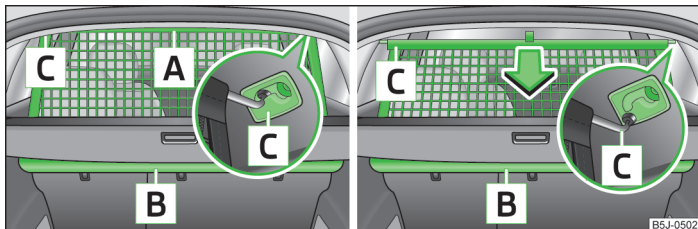
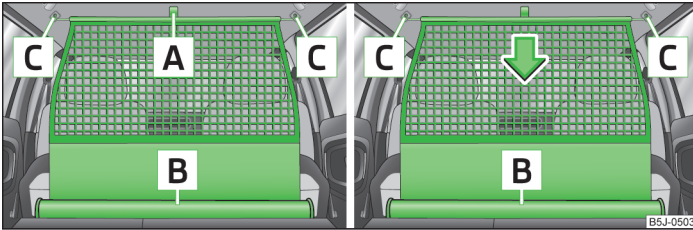

Abb. 53 Netztrennwand herausziehen / aufrollen
Abb. 54 Netztrennwand herausziehen / aufrollen
- Sich überzeugen, dass die Querstange in den Aufnahmen **C** » Abb. 53 auf Seite 67 bzw. » Abb. 54 auf Seite 68 in der vorderen Stellung eingesteckt ist!
- Die Netztrennwand an der Lasche **A** » Abb. 53 aus dem Gehäuse **B** in Richtung der Aufnahmen **C** ziehen.
- Die Querstange erst auf der einen, dann auf der anderen Seite etwas nach hinten ziehen und aus den Aufnahmen **C** » Abb. 53 nehmen.
- › Die Netztrennwand an der Lasche **A** » Abb. 54 aus dem Gehäuse **B** in Richtung der Aufnahmen **C** ziehen.
- › Die Querstange erst auf der einen, dann auf der anderen Seite etwas nach hinten ziehen und aus den Aufnahmen **C** » Abb. 54 nehmen.